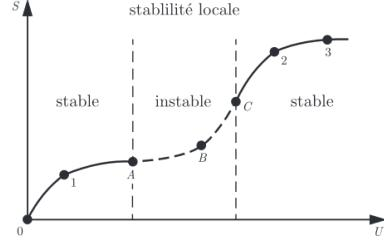

Figure 7: Schéma de stabilité locale
La stabilité d'une quantité de matière dans un certain état dépend du signe de la courbure de l'entropie $S(U, V)$ par rapport aux variables d'état énergie interne U et volume V dans l'espace des états (U, S, V) . La stabilité de l'état dépend du signe de la dérivée seconde de l'entropie par rapport à ses variables d'état. Dans la figure 7, le critère de stabilité locale est donné par $\frac{\partial^2 S}{\partial U^2} \leq 0$ et son critère de stabilité globale est donné par l'éq (74) ou la courbure globale est négative ou nulle: